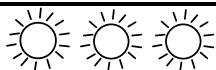

Fig. 6.8
9. For storing the set parameters, keep the boiler reset push-button pressed for about 5 seconds; all signal LEDs will flash simultaneously, as described on Fig. 6.8
9. Для занесения в память установленной настройки, держать нажатой кнопку перезапуска бойлера приблизительно 5 секунд, все индикаторные лампы будут одновременно мигать, как описано в Fig. 6.8